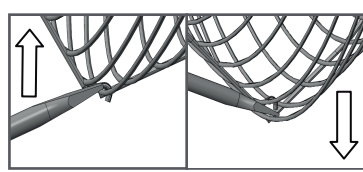
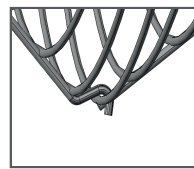

Fig. 1 Destravando
Fig. 2 Travado
- Para desmontar as grades, utilizar uma chave de fenda conforme fig 1;
- 1°. Fixar a grade traseira (5) com 2 parafusos (4) no motor (6) observando os pinos de guia da carcaça e as setas da grade (Fig.1);
- 2°. Retirar a porca (2) da ponta do eixo, encaixar a hélice (3) no mesmo e fixar com a porca rosqueando no sentido anti-horário;
- 3°. Fixar a grade dianteira (1) nos ganchos de fixação da grade traseira (5) (vide Fig.2), iniciando pelo gancho superior;
- 1°. Encaixar as colunas (1) e (2) rosqueando o parafuso até que fiquem totalmente travadas, observando a nota de montagem da Fig.1;
- 2°. Encaixar a canopla (3) na base (4);
- 3°. Encaixar o conjunto de coluna 1 e 2 na base (4) rosqueando o parafuso, até que fiquem totalmente travadas observando a nota de montagem da Fig.2;
- 4°. Fixar o conjunto do motor já com a hélice e grade montados anteriormente na coluna através do parafuso (5), e porca (6), utilizando a chave (8) com a hélice voltada para os furos da coluna (2);
- 5°. Encaixar a caixa de controle de velocidade (7) nos 2 furos da coluna (2);
- 1°. Encaixar a canopla (3) na base (4) vide Fig2 ;
- 2°. Encaixar a coluna (2) na base (4) rosqueando o parafuso, até que fiquem totalmente travadas;
- 3°. Fixar o conjunto do motor já com a hélice e grade montados anteriormente na coluna através do parafuso (5), e porca (6), utilizando a chave (8) com a hélice voltada para os furos da coluna (2);
- 4°. Encaixar a caixa de controle de velocidade (7) nos 2 furos da coluna ;